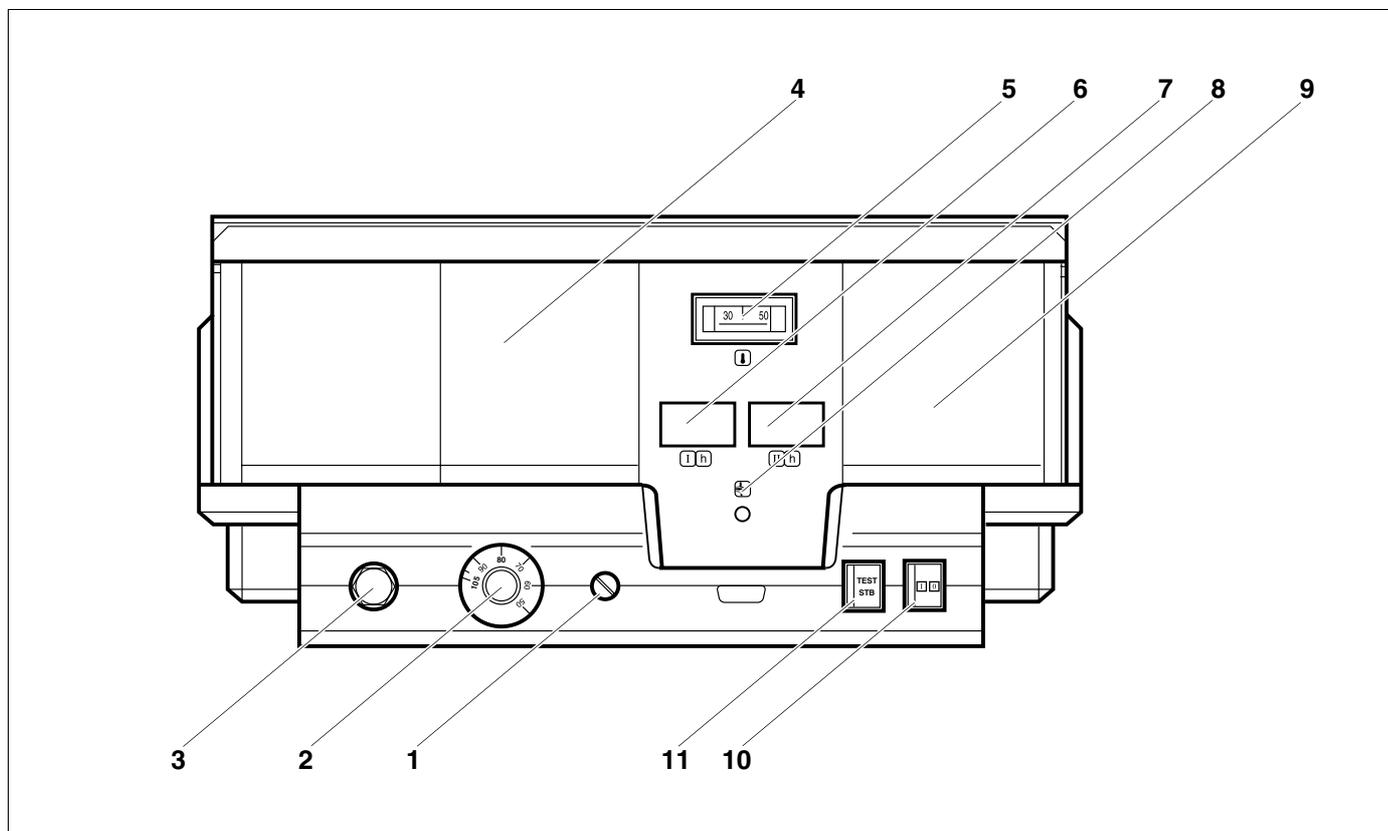
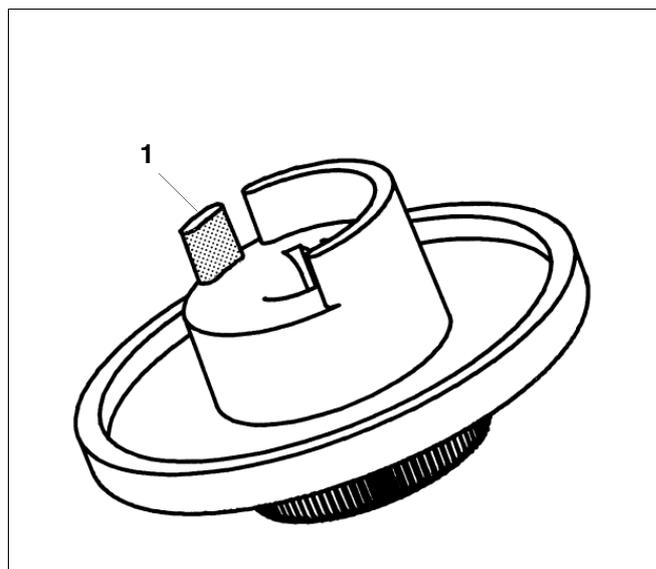

Рис. 1 Элементы управления Logamatic 4212
Рис. 5 Ручка настройки
Экспликация к рис. 1
Если котел имеет котловой модуль ZM 427 или внешнее регулирование, то регулятор температуры котловой воды (рис. 1, **поз. 2**) должен быть настроен минимум на 80 °С.
Регулятор температуры котловой воды (рис. 1, **поз. 2**) представляет собой двухполосный регулятор для эксплуатации с 2-ступенчатой горелкой.
Если светится индикатор неисправности горелки (рис. 1, **поз. 8**), то для устранения неисправности нужно связаться с отопительной фирмой, обслуживающей Вашу установку.
Кнопка STB (рис. 1, поз. 11) предназначена для проверки предохранительного ограничителя температуры (рис. 1, поз. 3) специалистами отопительной фирмы.
- Нажать кнопку STB (рис. 1, поз. 11) и удерживать нажатой до его срабатывания (рис. 1, поз. 3).
- Для разблокировки предохранительного ограничителя температуры (рис. 1, поз. 3) нужно открутить колпачковую гайку и нажать находящуюся под ней кнопку подавления помех.
- Вынуть ручку настройки (рис. 5) регулятора температуры котловой воды (рис. 1, **поз. 2**).
- Отломить стопор (рис. 5, **поз. 1**).
- Вставить на место ручку настройки регулятора (рис. 1, **поз. 2**).